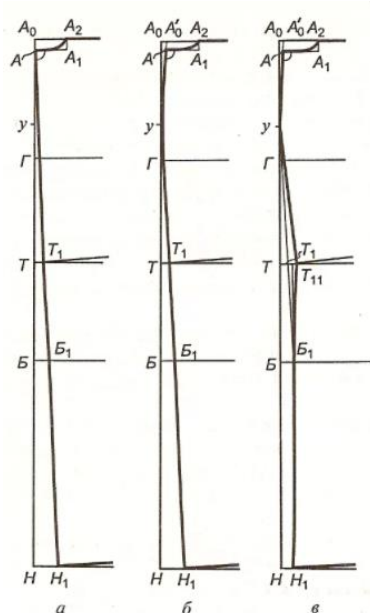

Рис.3.1- Построение средней линии спинки женских плечевых изделий.
2. Используя чертёжные принадлежности, выполнить чертёж средней линии и верхних срезов на миллиметровой бумаге (рис.3.1).